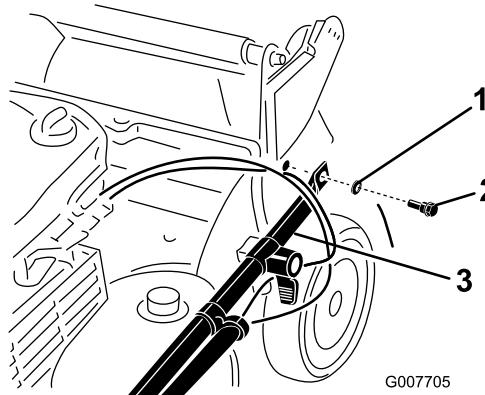

Figura 3
2. Fija los extremos del manillar al alojamiento del cortacésped con 2 arandelas y 2 pernos de manillar (Figura 3), pero no apriete los pernos del manillar.
Importante: Coloque los cables en el exterior del manillar (Figura 3).